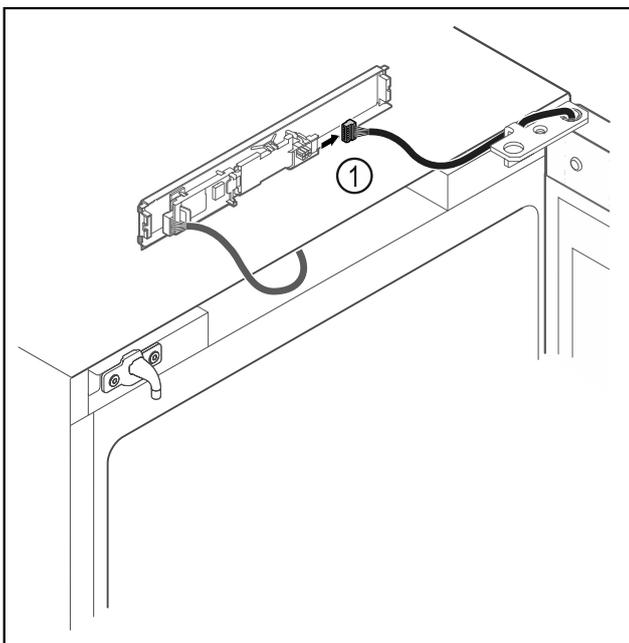

Fig. 15
- ▶ Отсоедините штекер Fig. 15 (1) от панели.